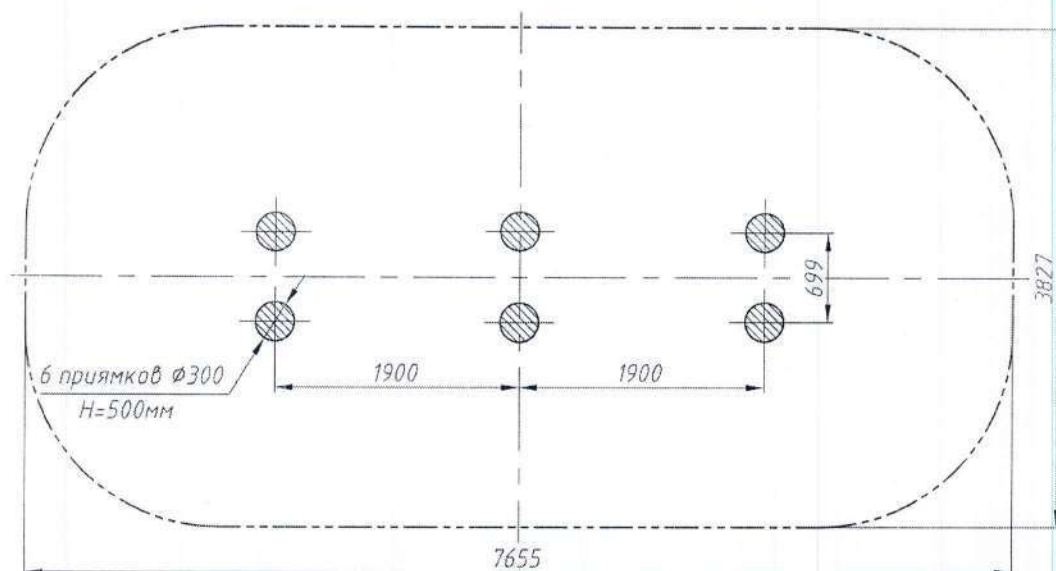

Рис.3 План фундамента Эстакады РТР 729Е
12.5. Монтаж заключается в сборке составных элементов эстакады с последующим бетонированием металлических столбов в заранее подготовленные приямки. Фундаментные приямки выполняются в соответствии с планом фундамента (рис. 3).